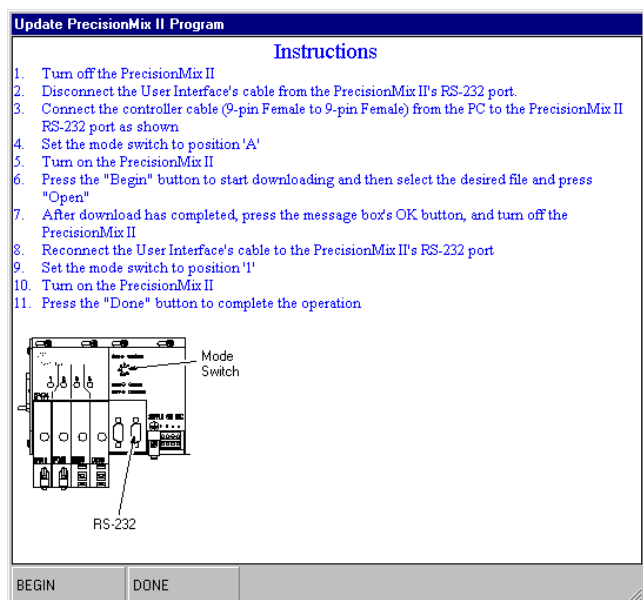

Fig. 13.35
- Apriete el botón DONE para cerrar la ventana de instrucciones. Vea la Fig. 13.35.